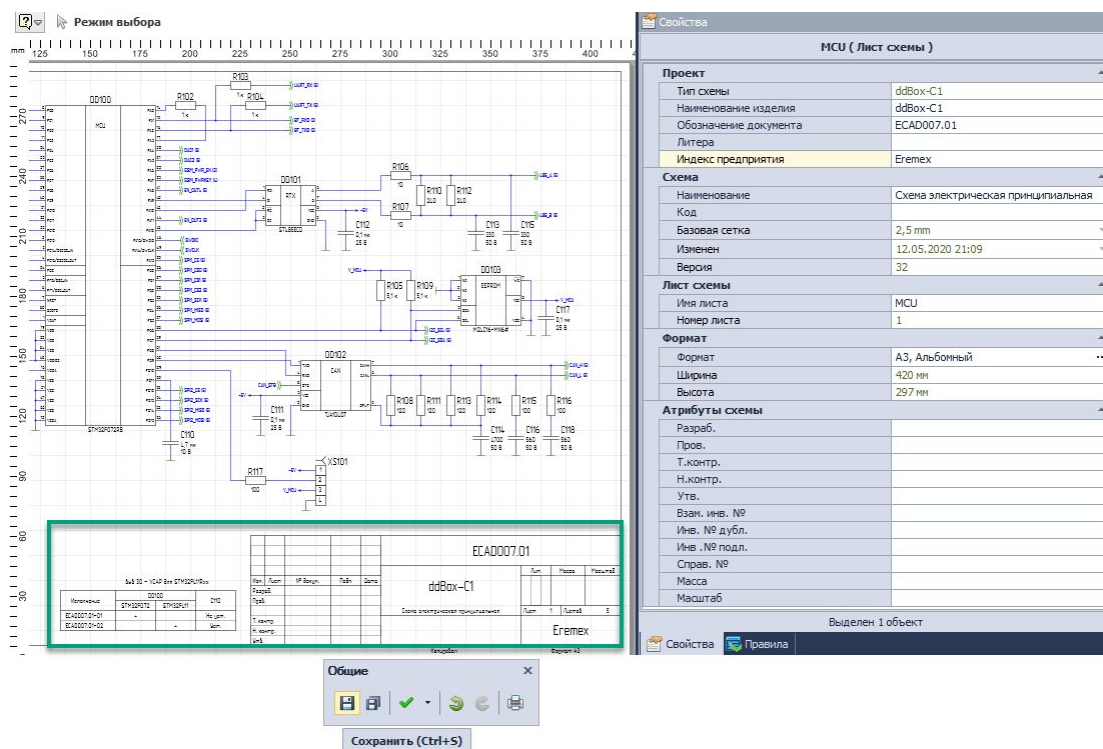

Рис. 5 Редактирование и заполнение штампа
2. Ввести данные в необходимый для изменения пункт, см. Рис. 5.